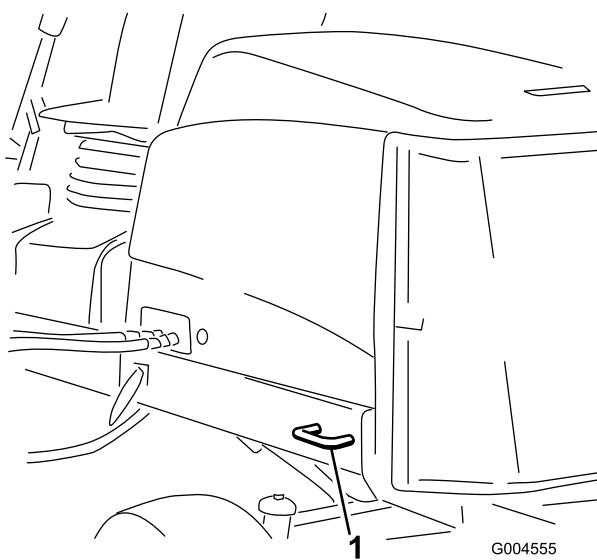

Рисунок 24
- **Задняя часть машины** — с каждой стороны машины на задней раме (Рисунок 24).